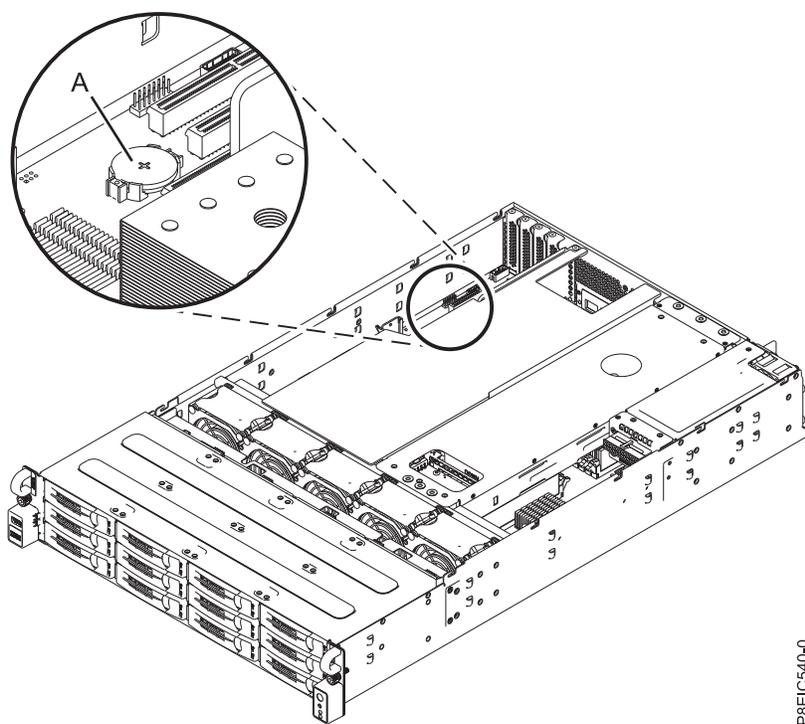

Abbildung 106. Position der Uhrzeitbatterie
2. Wenn sich in den Steckplätzen 2 und 3 PCIe-Adapter befinden, die die Uhrzeitbatterie (A) blockieren (siehe Abb. 106), kennzeichnen Sie die Adapter und bauen Sie sie aus. Entsprechende Anweisungen finden Sie unter „PCIe-Adapter beim System vom Typ 8348-21C ausbauen“ auf Seite 39.
3. Entnehmen Sie die Uhrzeitbatterie (A) und tauschen Sie sie aus (siehe Abb. 106). Verwenden Sie beim Entnehmen der Batterie keinen metallischen Gegenstand, um sie aus ihrem Steckplatz zu lösen. Die Batterie zeigt mit dem Symbol "+" nach oben.